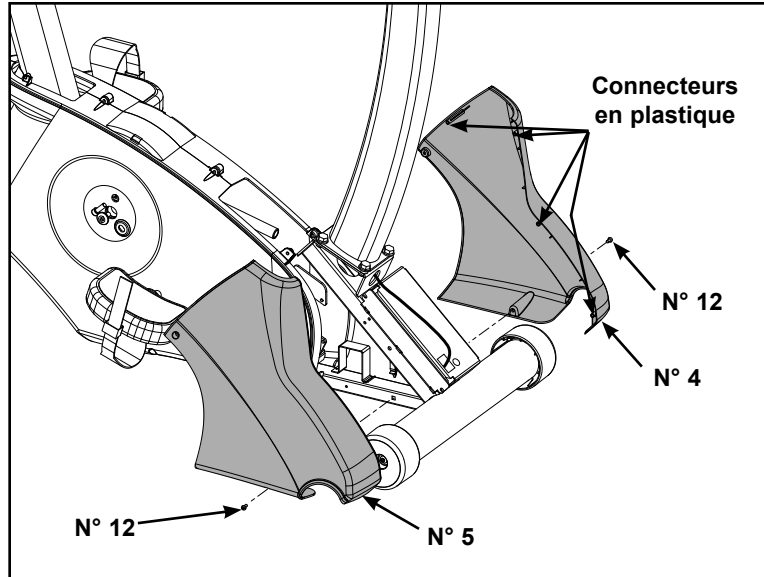

Figure 5
- A. Repérez et placez le capot avant gauche (n° 4) sur l'avant de l'appareil tel qu'illustré à la figure 5.
REMARQUE : Outre les deux vis de montage, cinq connecteurs en plastique fixent les capots avant ensemble. Assurez-vous que les cinq connecteurs en plastique sont insérés dans chaque capot avant. Reportez-vous à la figure 5.
- C. Repérez et placez le capot avant droit (n° 5) sur l'avant de l'appareil, tel qu'illustré à la figure 5.
- D. À l'aide d'un tournevis Phillips, fixez-le en utilisant une vis 8-16 x 0,50 po (n° 12). Reportez-vous à la figure 5.